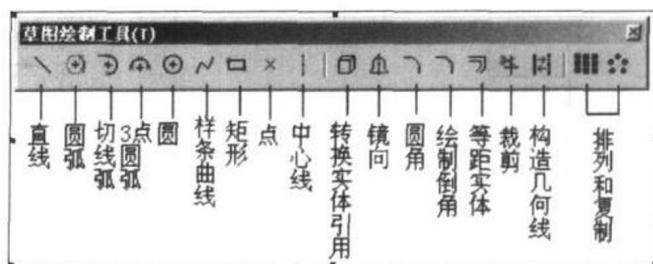

图 1-1 草图绘制工具
- (1) 单击草图绘制工具栏上的草图绘制 ，或选择【插入】 | 【草图绘制】命令。
- (2) 这时会出现一个“草图绘制工具 (T)”工具栏（如图 1-1 所示），同时将“基准面 1”作为默认基准面。